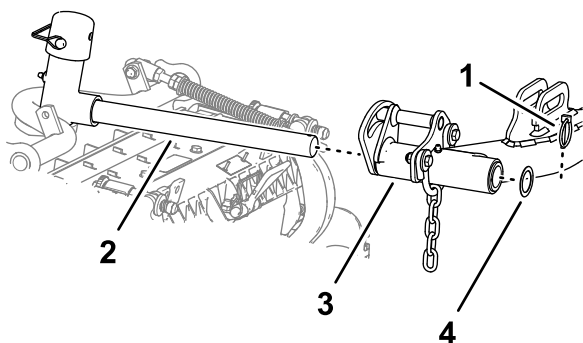

Figure 29
5. Glissez une unité de coupe sous le bras de levage (Figure 29).